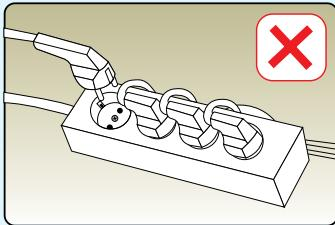

FIGURA 8
- È vietato collegare il prodotto a una presa multipla, e utilizzare prolunghe. (Figura 8)